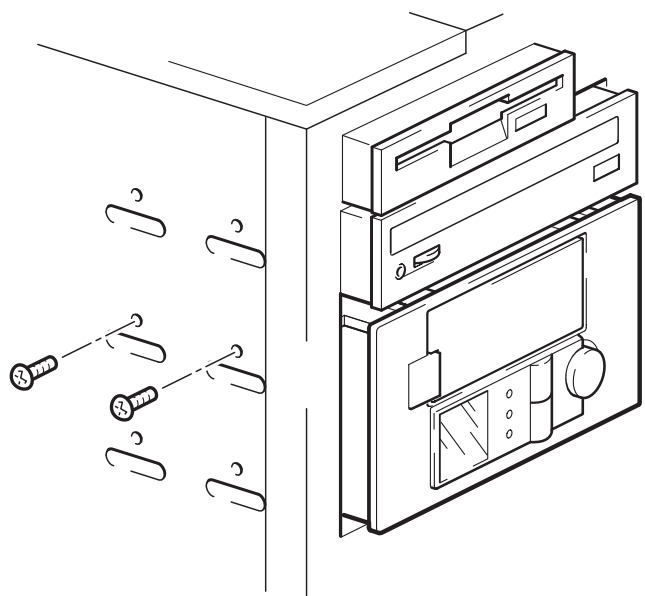

図 10b: マウント用部品を使わないオートローダの固定
- 1 オートローダを固定します。シャーシの穴がオートローダ側面の穴と一直線上に揃っていることを確認し、図 10b に示すようにレールキット付属のネジを使用してドライブを固定します。